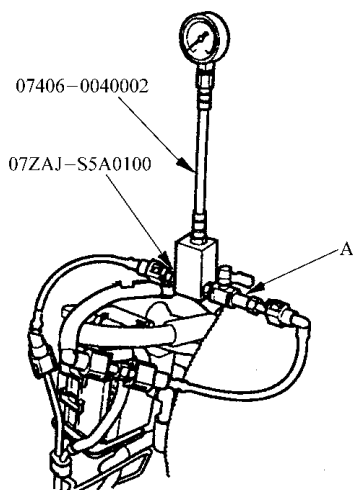

图 3-36 燃油压力测试
2) 断开快速接头。如图 3-36 所示, 接上燃油压力表装置和燃油压力表。